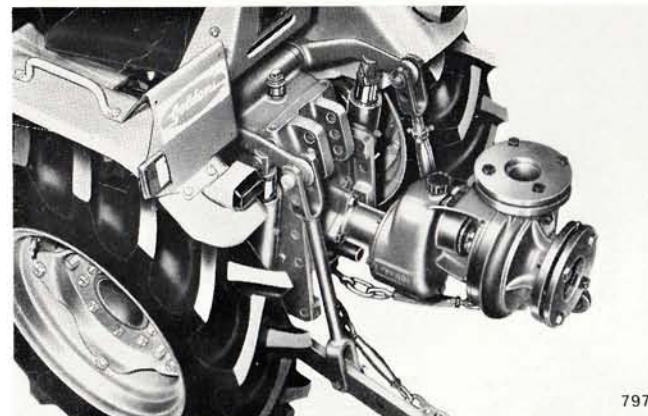

Fig. 104 - Pompe centrifuge
- Centrifuge irrigation en pluie \varnothing 65, débit 400/1000 litres, hauteur d'élévation ml. 56/37, type "FG65/U" (fig. 104).